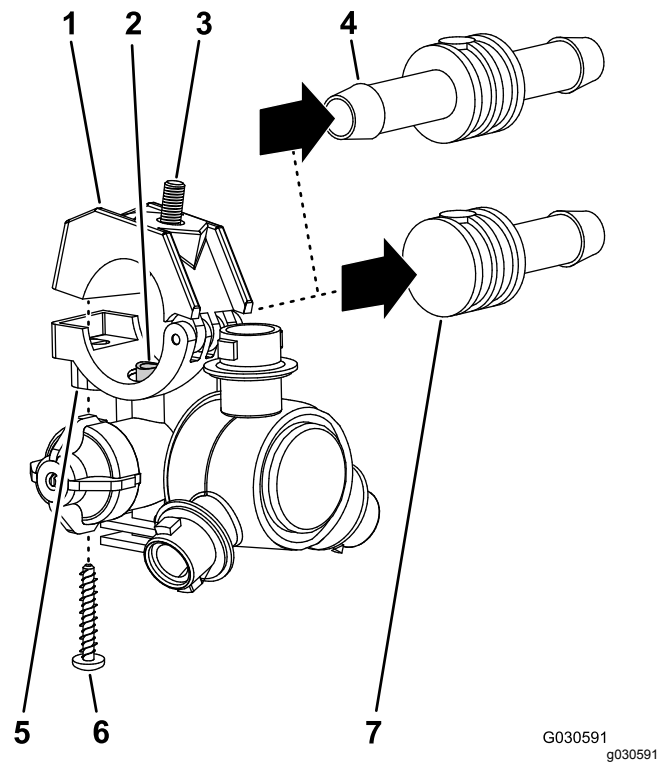

Figura 72
2. Retire el tornillo de acero inoxidable (N° 12 x 1-1/4") que sujeta la mitad superior de la abrazadera y el conector de manguera de dentado simple o doble (3/4") al cuerpo de la boquilla de fumigación, y separe el conector de manguera dentado y la manguera de la boquilla (Figura 72).